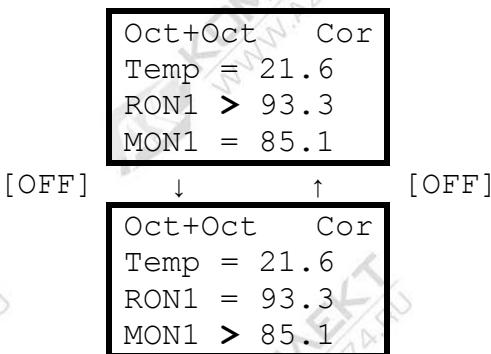

Рис. 4. Выбор параметра для коррекции
3.6.3. С помощью кнопки [OFF] выбрать параметр, подлежащий коррекции (RON или MON для бензинов, Сет или TFr для дизельных топлив). При этом знак «=>» напротив соответствующего параметра меняется на один из знаков коррекции «>>», «<<», «+», «-» или «Z». Пример показаний индикатора при выполнении этих операций представлен на рис. 4, в данном случае для коррекции выбран четвертый режим октанометра.